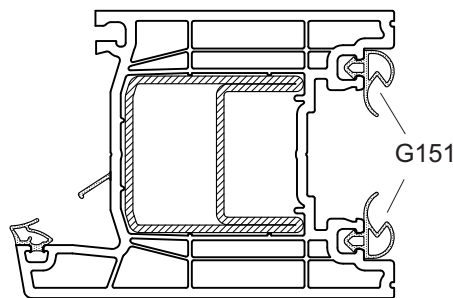

Abb. 2 Seitlicher einsatz Dichtung **G151**
10. Die Dichtungen **G151** seitlich in den Flügel einziehen (Abb. 2).